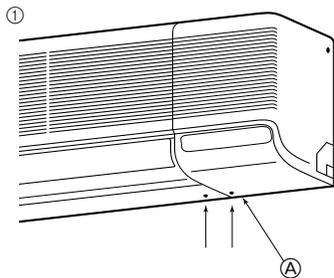

Fig. 3-5
1) 后面、右侧和下侧管 (Fig. 3-5)
① 卸下右侧面板。
① 卸下侧面板。